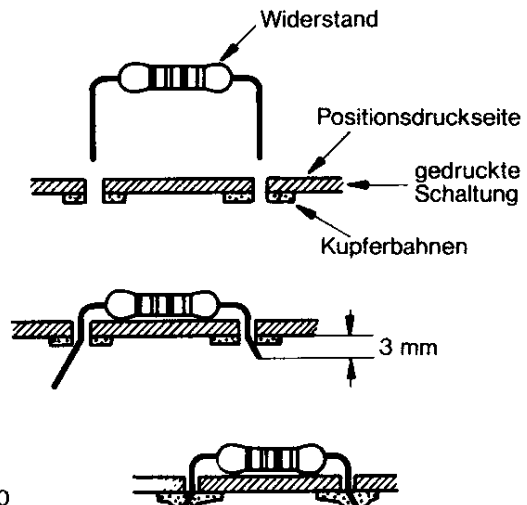

Abb. 40
1. Alle Widerstände sind nach Abb. 40 von der Positionsdrukseite auf die gedruckte Schaltung zu stecken (Positionsdruck beachten).